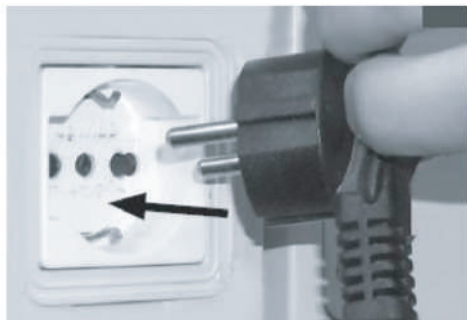
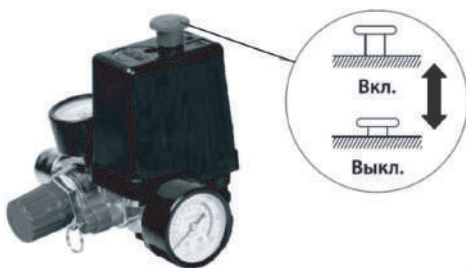

Рис. 6
Рис. 7
2. Подключите вилку электрокабеля питания в соответствующую розетку, имеющую контакты заземления (рис. 6), предварительно проверив, что выключатель реле давления (рис. 7) находится в положении выключено «0» (OFF).
3. Включите компрессор. Потяните вверх выключатель реле давления в положение Вкл. (рис. 7).